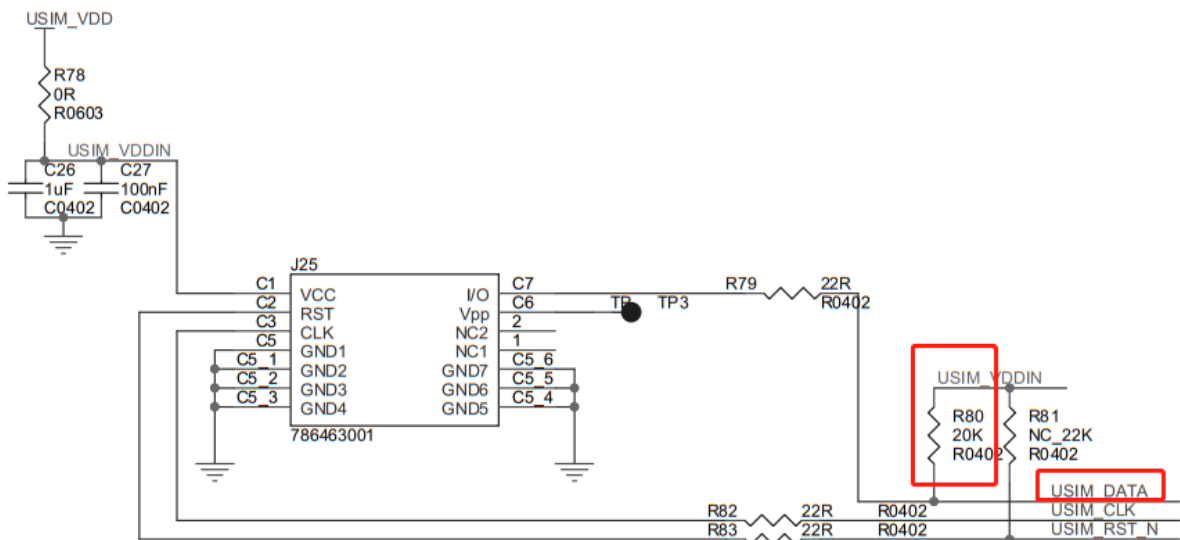

图 4: SIM 卡参考电路
- a) SIM DATA 脚推荐加典型值为 **20K 上拉**电阻，不加上拉可能会存在部分 SIM 卡无法正确识别的风险，影响通信。参考电路如图 4 所示。